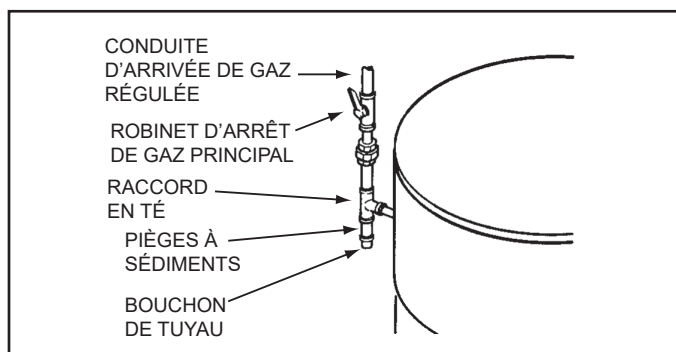

Figure 69. Installation de la conduite d'arrivée de gaz
S'assurer que le tuyau de gaz est propre à l'intérieur avant l'installation. Pour piéger toute poussière ou objets étranger présents dans la conduite d'approvisionnement de gaz, un collecteur d'impuretés devra être incorporé à la tuyauterie, comme illustré à la **Figure 69**. Le piège à sédiments doit être facilement accessible et ne pas être exposé au gel. Installer conformément aux recommandations de la compagnie du gaz locale.
6. Installer un piège à sédiments comme illustré à la **Figure 69** (page 52).
7. Installer un robinet d'arrêt de gaz principal sur la conduite d'arrivée de gaz comme illustré à la **Figure 69** (page 52).